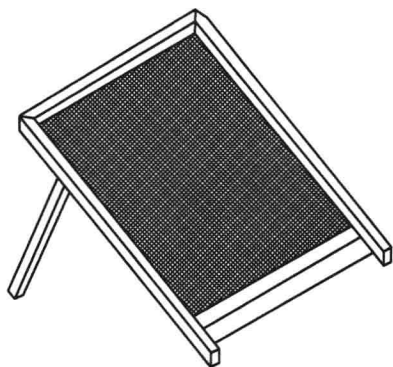

图 1-13 立筛
③ 筛子。筛子用于筛砂。常用的筛孔尺寸有 4mm、6mm、8mm 等几种，筛子类型有手筛、立筛、小方筛三种，如图 1-13 所示。